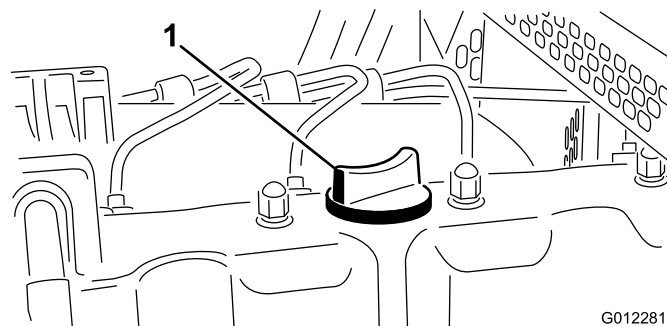

Figura 11
5. Se l'olio non raggiunge la tacca Full, togliete il tappo di riempimento (Figura 11) e aggiungete olio finché il livello non raggiunge la tacca.